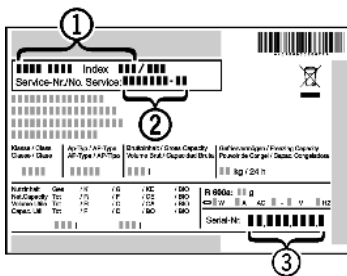

Fig. 19
- ▶ Z nazivne ploščice odčitajte oznako aparata *Fig. 19 (1)*, servisno št. *Fig. 19 (2)* in serijsko št. *Fig. 19 (3)*. Nazivna ploščica se nahaja na levi strani notranjosti aparata.
- ▶ Obvestite servisno službo in jim povejte, za kakšno napako gre, povejte pa tudi oznako aparata *Fig. 19 (1)*, servisno št. *Fig. 19 (2)* in serijsko št. *Fig. 19 (3)*.